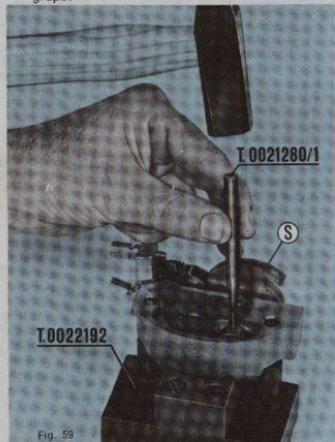

Fig. 59
a) Sustitución palanca interior y sector cambio (Fig. 59).